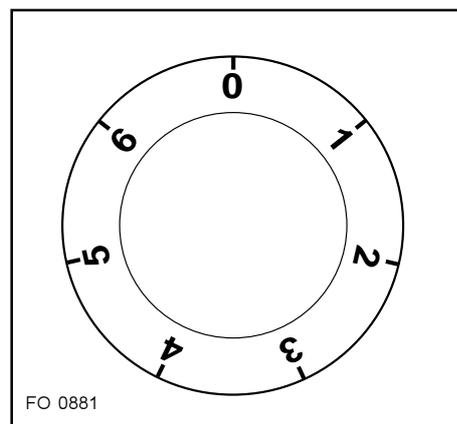

Fig. 1
- A) Fig. 1: Il s'agit d'une manette de commande à 7 positions: 0 = éteint, alors que les positions de 1 à 6 indiquent les niveaux de puissance jusqu'au maximum.